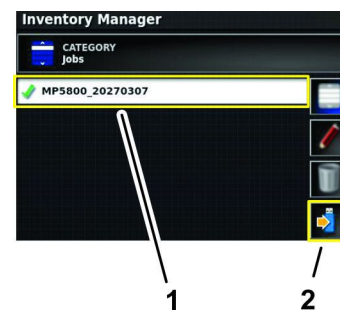

Рисунок 90
7. На экране управления ресурсами нажмите на значок (значки) информации о рабочем задании (заданиях), которую вы хотите перенести на другую машину (Рисунок 90).
8. Нажмите на значок сохранения выбранных позиций (Рисунок 90).